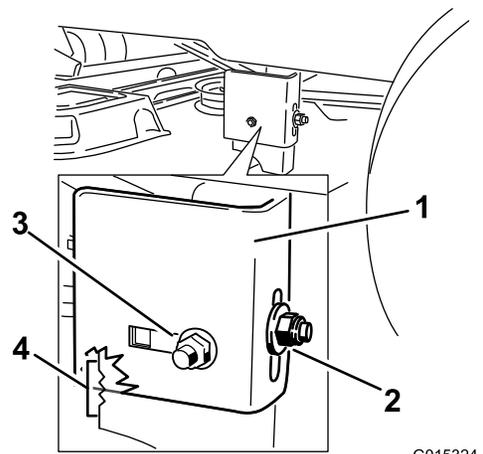

Figure 60
9. Desserrez l'écrou de blocage arrière sur le support (Figure 60).
10. Desserrez l'écrou de blocage latéral sur le support jusqu'à ce qu'il soit possible d'ajuster le support (Figure 60).
- Arrêtez le plateau de coupe et vérifiez sa hauteur, puis serrez l'écrou de blocage latéral sur le support pour fixer cette nouvelle position (Figure 60).